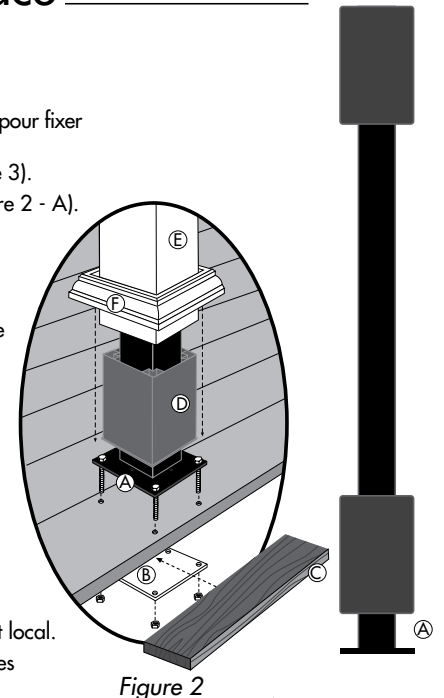

Figure 2
- 4.) Passez des boulons de 5/16 po (non compris) à travers la semelle du poteau et fixez la semelle inférieure à partir du dessous de la surface de la terrasse (Figure 2 - B). Au besoin, vous pouvez redresser les poteaux en utilisant des rondelles d'acier comme cales.
- 5.) Remettez la cale d'espacement inférieure en plastique à sa position initiale (Figure 2-D).
- 6.) Glissez l'enveloppe de poteau en vinyle (Figure 2-E) par-dessus la cale d'espacement en plastique.
- 8.) Avant d'installer la rampe, posez la garniture de base (Figure 2 - F) autour de l'enveloppe du poteau à la surface de la terrasse.